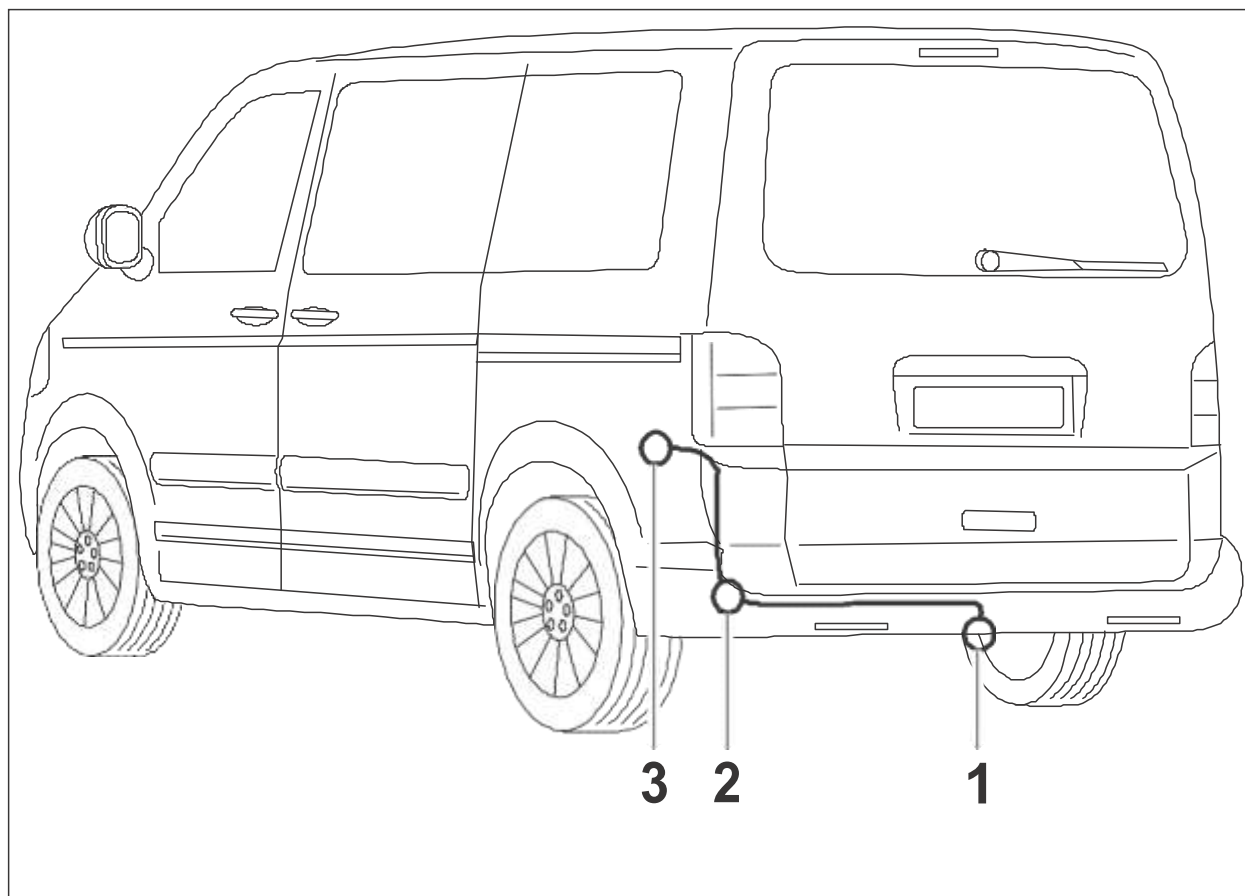

Fig. 1 : Aperçu du montage
3. Poser l'extrémité de la prise du faisceau de câbles à travers dans le presse-étoupe (fig.1/2) du véhicule à l'arrière à gauche, vers l'extérieur en direction de la tôle de fixation de la prise (fig.1/1). Assurer en plus l'étanchéité du presse-étoupe avec le ruban Butyl fourni.
7. Visser la prise sur la tôle de fixation (fig. 1/1) avec les vis de la prise même.
9. Monter le presse-étoupe (fig.1/2) du véhicule sur le faisceau de câbles, le faire glisser sur le faisceau de câbles et l'insérer de l'extérieur dans l'alésage du véhicule. Assurer en plus l'étanchéité du presse-étoupe avec la plaque d'étanchéité (ruban Butyl) fournie.
10. Brancher les connecteurs à 8 et 12 broches aux prises correspondantes au point de couplage à gauche à l'arrière (Fig. 1/3), et les enclencher. Retirer le connecteur pont à 8 broches évent. en place sur le véhicule (n'est plus nécessaire).